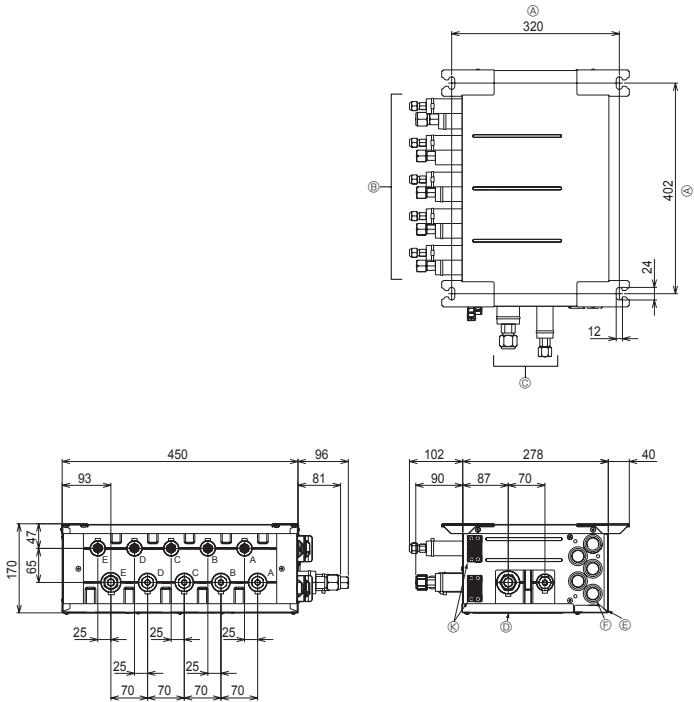

Fig. 4-2
- ② Vers l'unité intérieure
- ③ Vers l'unité extérieure
- ④ Panneau de service (pour LEV, THERMISTANCE)
- ⑤ Couverture électrique
- ⑥ Brosse en caoutchouc
- ⑦ Bornier (vers unité intérieure sur panneau de commande)
- ⑧ Bornier (vers unité extérieure)
- ⑨ Bornier (pour câble de communication)
- ⑩ Collier de câble
■ PAC-MK51BC (Fig.4-2)
- (1) Installer les boulons de suspension (à acheter localement) suivant le pas requis (Fig. 4-2, 4-3).